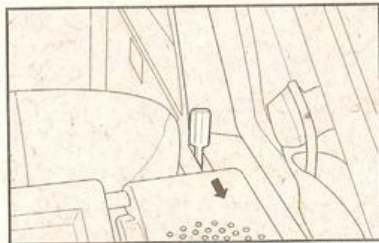

fig. 68
- 2) Desenganche el respaldo, utilizando las palancas laterales A-fig. 68 en el sentido de la flecha.
Obs.: el respaldo del asiento se puede colocar en dos posiciones distintas, según la necesidad de más o menos espacio en el compartimiento de equipajes. Para alterar la posición del respaldo, empuje en el sentido de la flecha la palanca A-fig. 68.